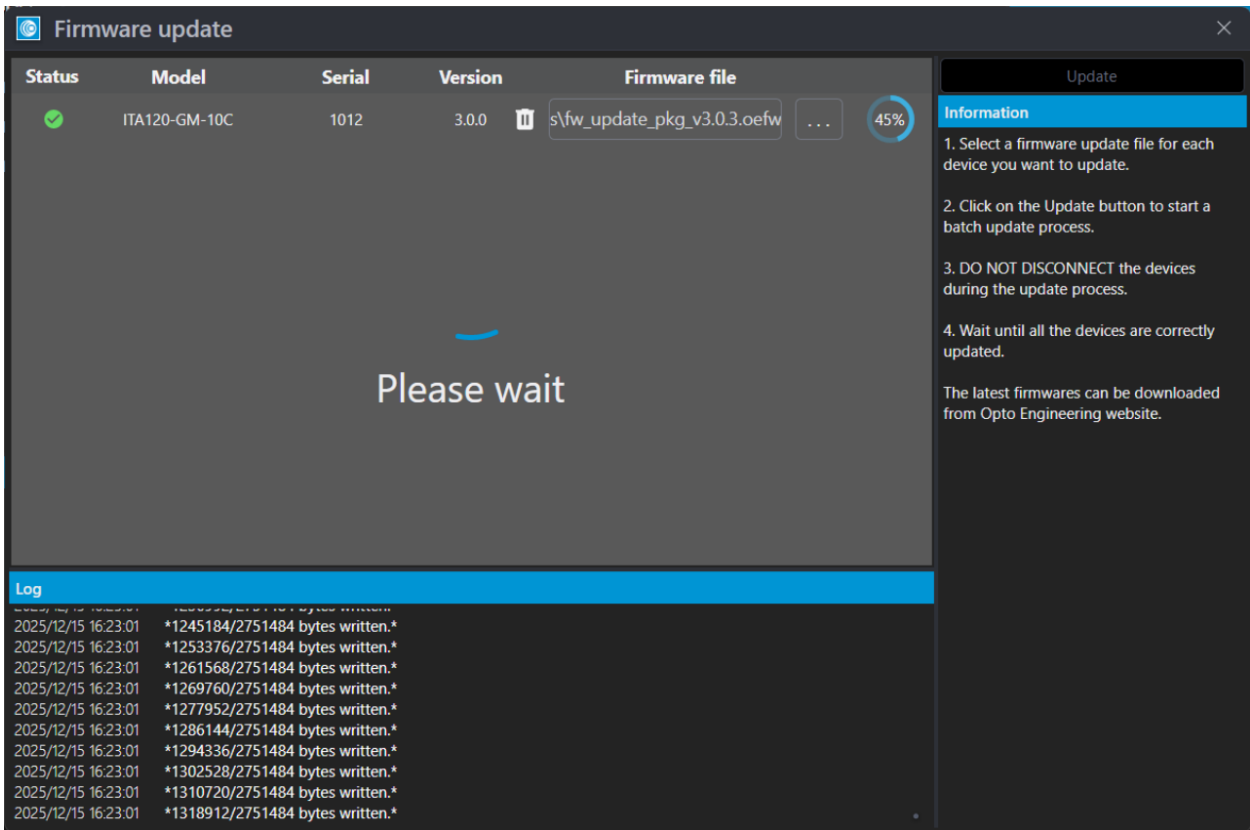

Figure 24: Aggiornamento FW in corso.
3. **Non scollegare o spegnere** i dispositivi durante il processo di aggiornamento (Fig. 24). Il lampeggio del LED segnala che la fotocamera sta scrivendo sulla memoria flash.